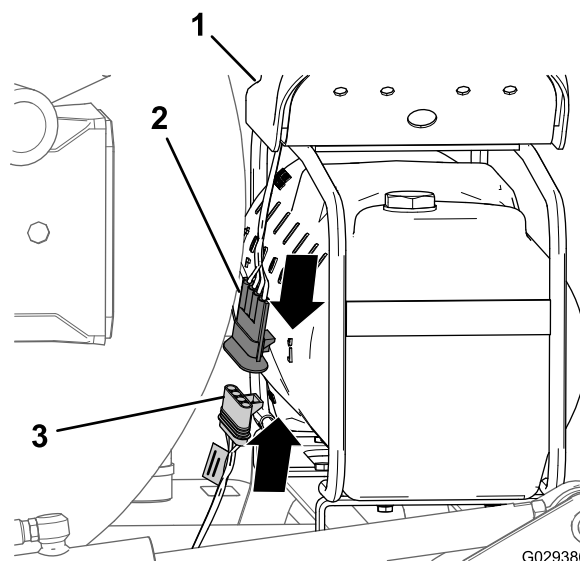

Figura 172
1. Al final de la rama de 236 cm del arnés de cables, alinee el conector hembra de 4 vías del arnés de cables del kit de acabado con el conector de 4 pines del arnés de cables del compresor (Figura 172).
2. Inserte el conector de 4 clavijas en el conector de 4 tomas (Figura 172).